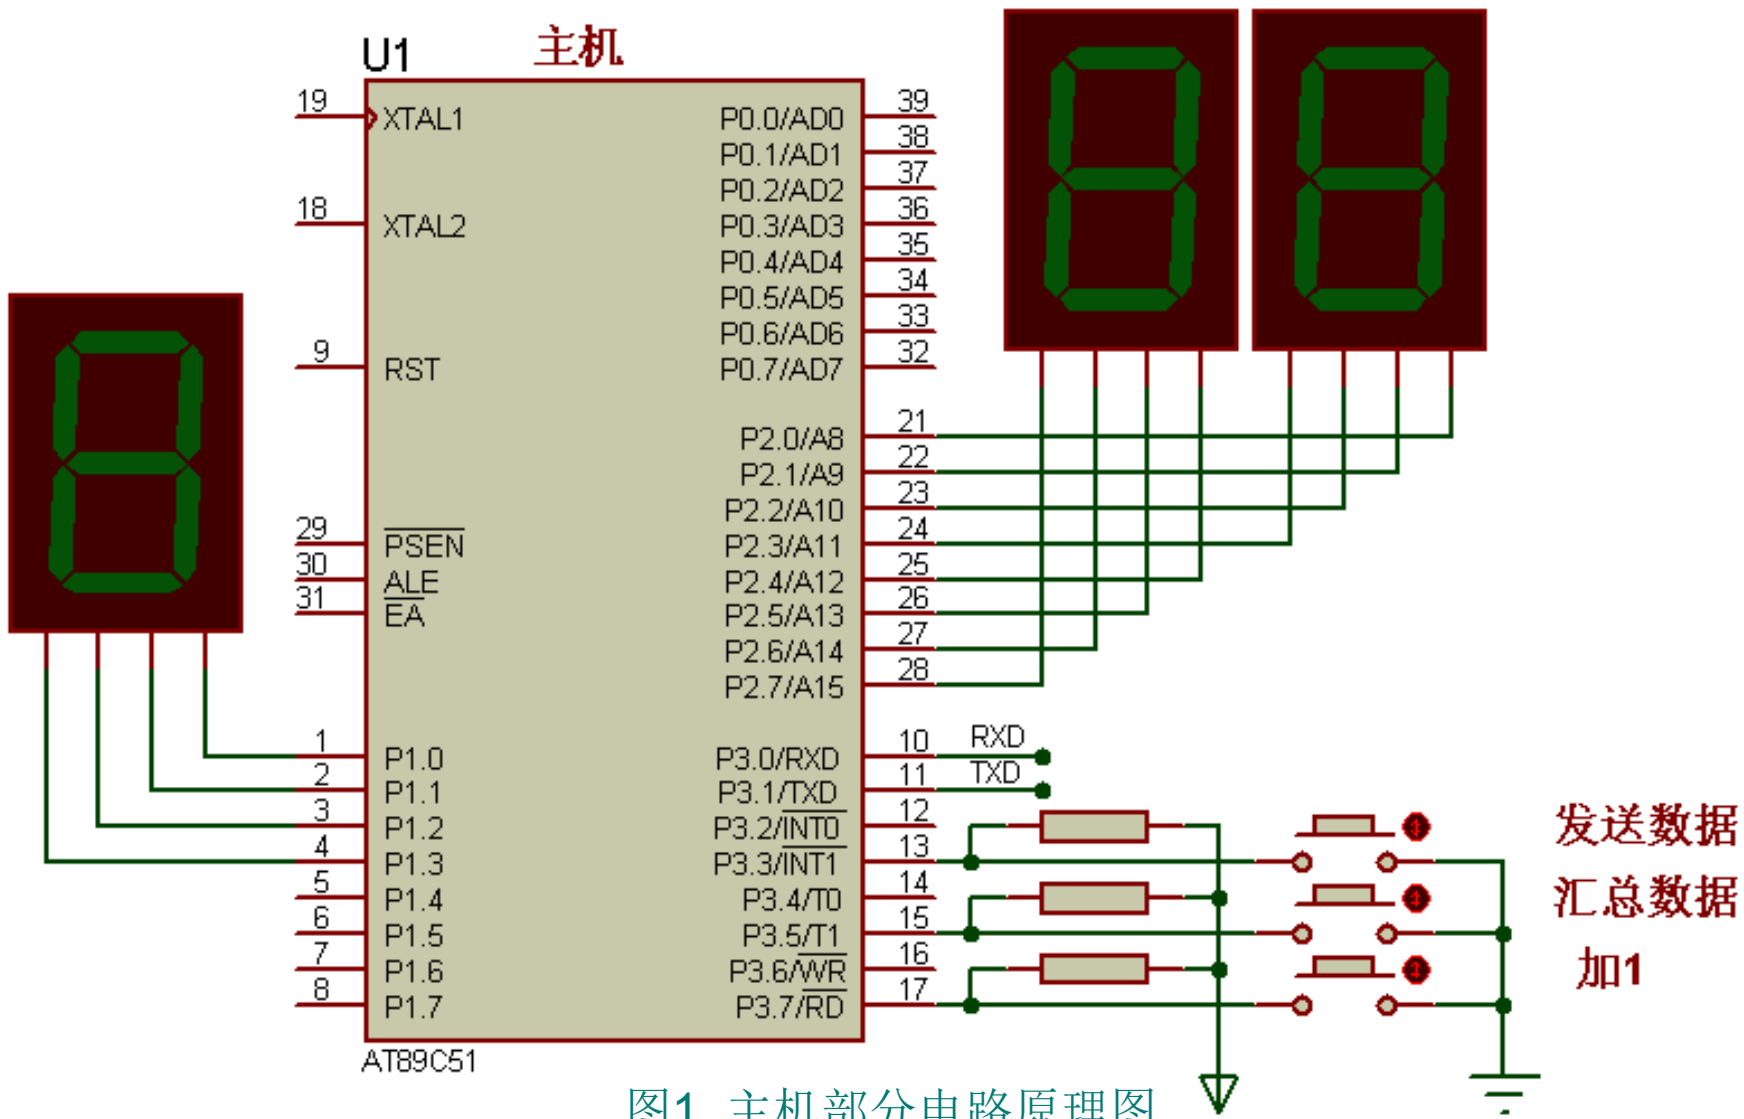
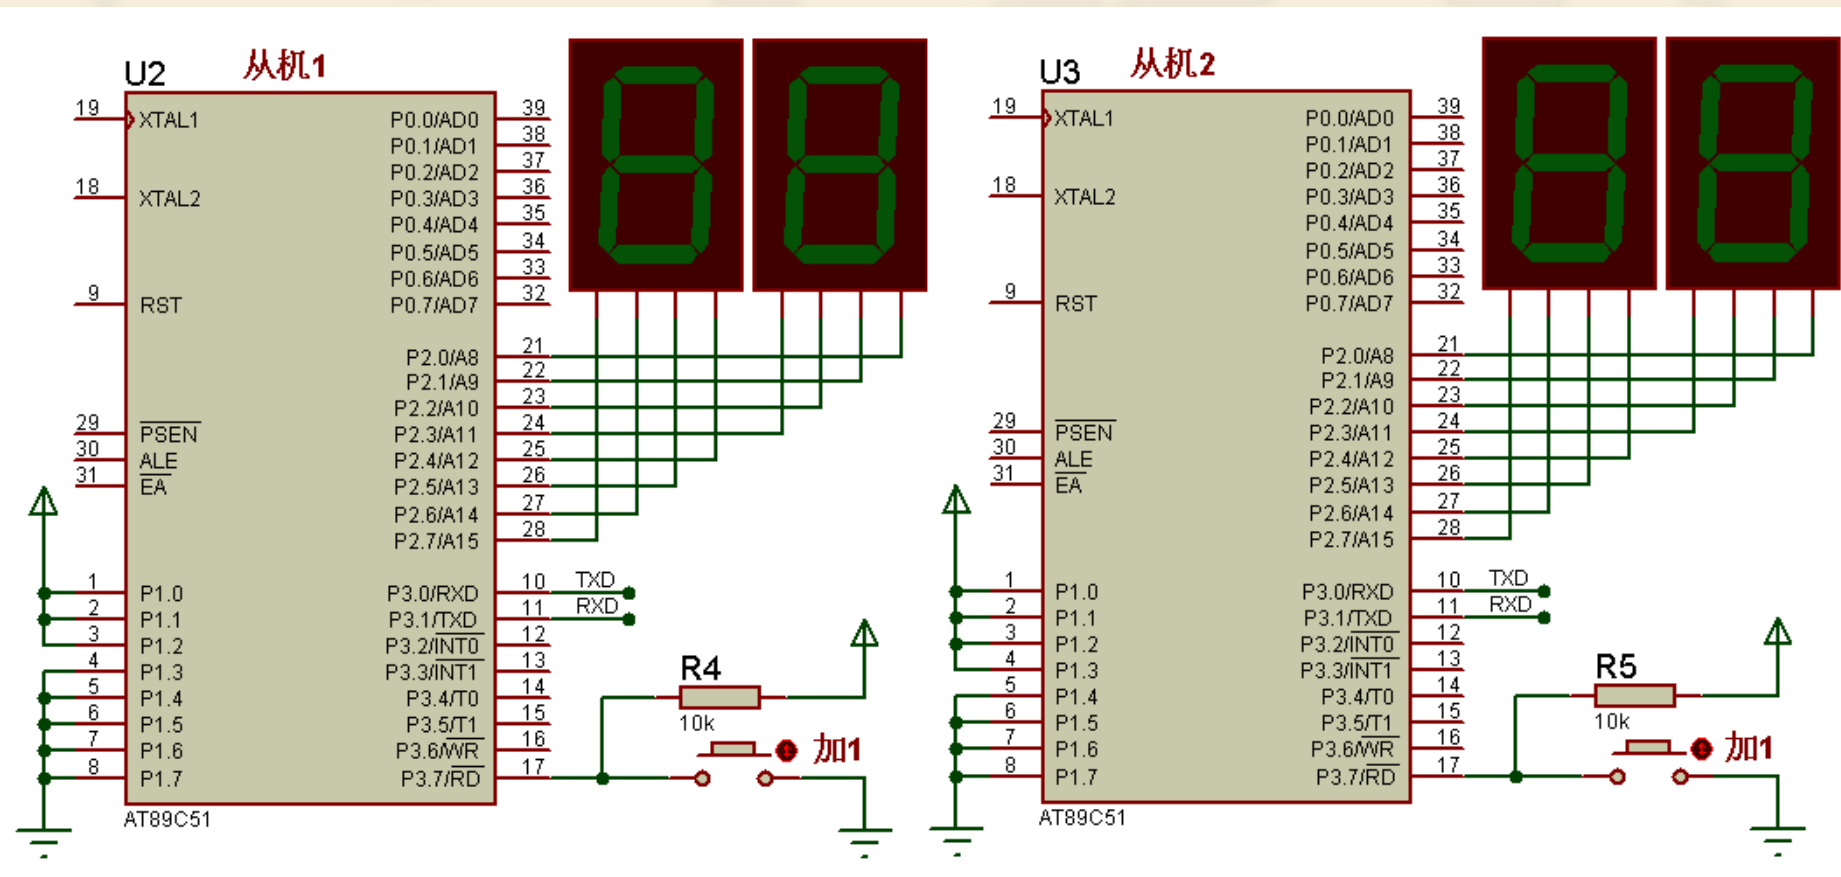

图1 主机部分电路原理图
图2 从机部分电路原理图
- ❖ 元件全部添加后，在Proteus ISIS的编辑区域中按图1和图2所示的主、从机电路原理图(晶振和复位电路略)连接硬件电路。